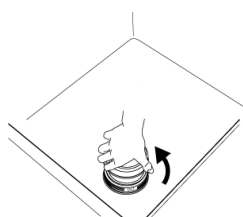

Fig.44
- 2- Svitare il tappo del serbatoio del sale posto all'interno della vasca. (Fig.44)